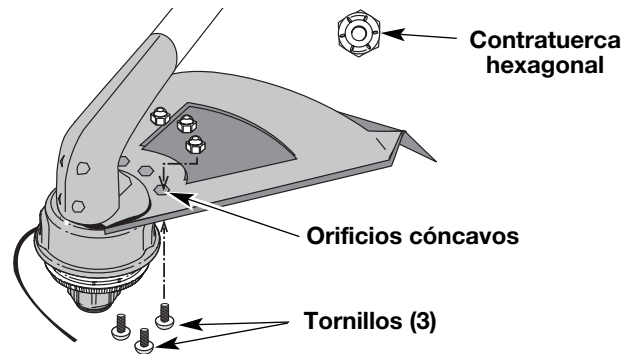

Fig. 3
2. Coloque una contratuercas hexagonal en uno de los tres orificios cóncavos de la parte superior del protector accesorio de corte (Fig. 3).
3. Instale un tornillo en el orificio de la base del protector accesorio de corte y atorníllelo en la tuerca instalada en el paso 2 (Fig. 3). No lo ajuste.